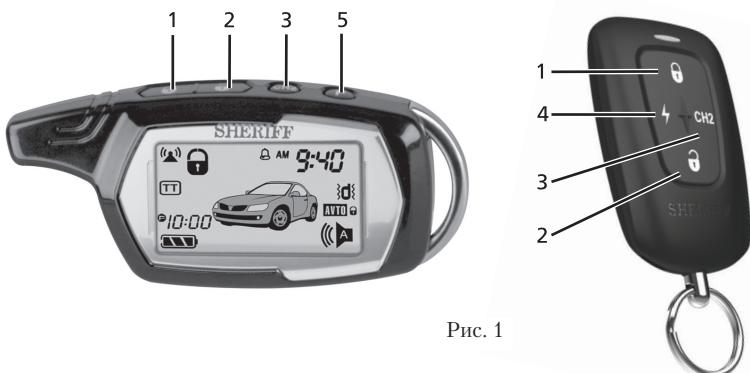

Рис. 1
- Нажмите и удерживайте кнопку 1 (см. рис. 1) первого передатчика, до тех пор, пока Вы не услышите длинный сигнал сирены, подтверждающий, что программируемое первого передатчика закончено (каналы передатчика будут запрограммированы автоматически). При этом СИД начнет редко мигать.
- Нажмите и удерживайте кнопку 1 (см. рис. 1) второго передатчика, до тех пор, пока Вы не услышите длинный сигнал сирены, подтверждающий, что программирование второго передатчика закончено. При этом СИД начнет редко мигать.
- Нажмите кнопку 1 (см. рис. 1) первого брелока-передатчика. Система подтвердит запись нового кода брелока в память звуковым сигналом;
- Нажмите кнопку 1 (см. рис. 1) второго брелока-передатчика. Система подтвердит запись нового кода брелока в память звуковым сигналом;